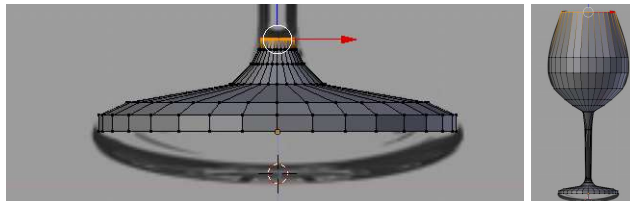

Figura 2: Ajuste da malha ao perfil do copo na imagem.
- Ir fazendo estas ações, até chegar ao topo do copo, acompanhando o perfil do copo na imagem (por vezes o redimensionamento aumenta o raio do círculo e outras vezes diminui), conforme se pode verificar na figura 2;